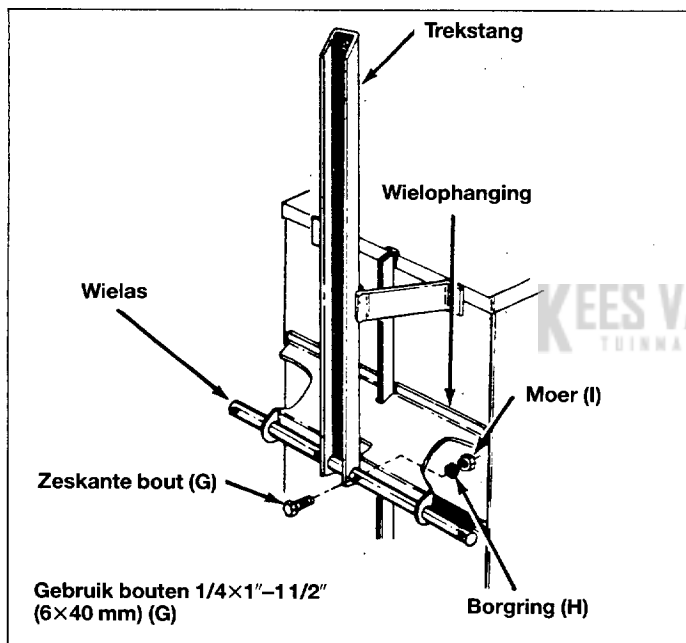

Fig. 11
16. Monteer de wielas en de trekstang in de wielophanging. Zorg er voor dat trekstang met de geopende zijde naar beneden gemonteerd wordt. Zet de as vast in de wielophanging met bout 6 x 40 mm (G), borgringen (H) en moeren (I). Zie fig. 11.